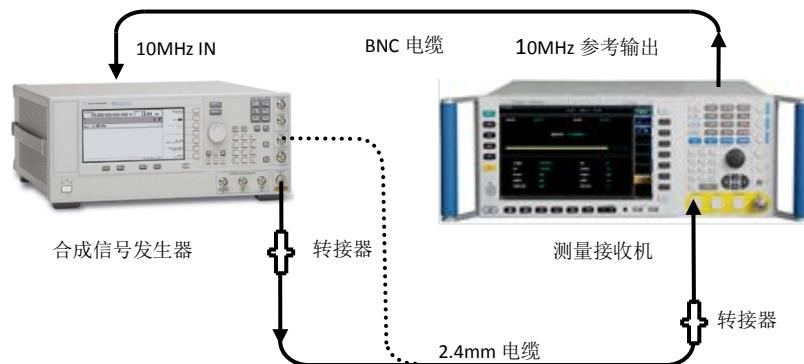

图 4.1 频率计数功能测量系统连接图
- 如图 4.1 所示，将信号发生器输出与测量接收机的射频输入 50Ω 端口相连。复位信号发生器，设置信号发生器输出载波为 1.25GHz，幅度为 0dBm。在测量信号源频率精度的时候，需要注意信号源输出功率的设置。信号源输出功率不能超过接收机最大输入功率值。为了让接收机快速准确地测得信号，也不能让信号源输出的信号功率太低，建议在 -40dBm~+10dBm 之间比较适宜。